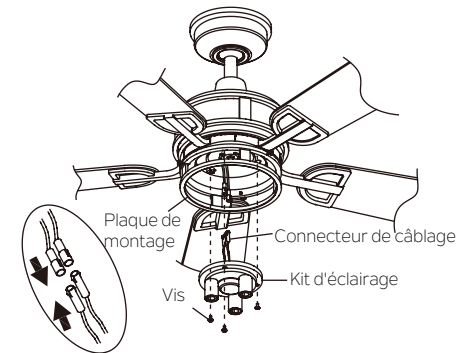

Fig. 22
Étape 1. Retirer les 3 vis préinstallées de la plaque de montage comme indiqué. Conservez-les pour les réutiliser à l'étape 3. (Fig. 22)
Étape 2. Tenir le kit d'éclairage près de la plaque de montage et connecter les fils BLANCS de la plaque de montage et du ventilateur en poussant les connecteurs ensemble. Suivre la même procédure avec les fils NOIRS. (Fig. 22)
Étape 3. Insérer soigneusement les connexions dans le kit d'éclairage. Aligner les trous de vis sur le kit d'éclairage et la plaque de montage. Serrer fermement les 3 vis retirées précédemment. (Fig. 22)